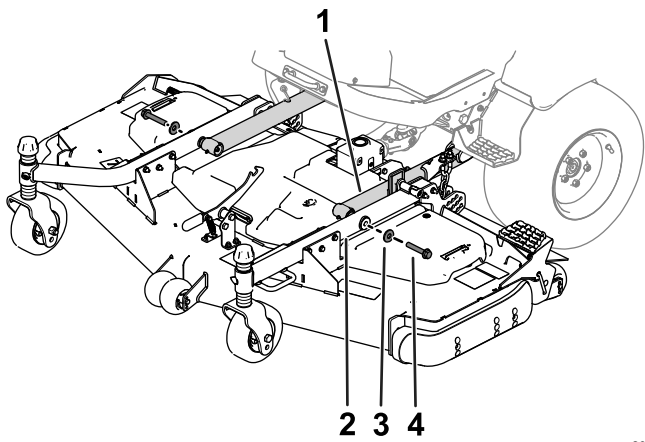

图 5
7. 用 2 个六角头螺栓和 2 个垫圈将脚轮臂固定到提升臂图 5。